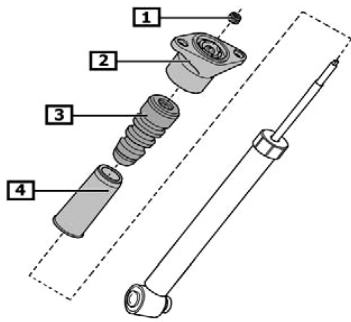

Fig. 10:
- **Fig. 10** Anbauteile (2, 3, 4) abnehmen.
- **Fig. 10** Remove add-on parts (2, 3, 4).
- **Fig. 10** Enlever les composants (2, 3, 4).
- **Fig. 10** Retirar las piezas adicionales (2, 3, 4).
- Fig. 10** Dämpfer mit den Anbauteilen (2 - 4) bestücken.
- Mitgelieferte Kolbenstangenmutter (1) mit Spezialwerkzeug festschrauben (25 Nm).
- Fig. 10** Assemble damper with add-on parts (2-4).
- Use a special tool to tighten the supplied piston rod nut (1) (25 Nm).
- Fig. 10** Monter les composants (2 - 4) sur l'amortisseur.
- Visser solidement l'écrou de la tige de piston (1) joint à la commande avec un outil spécial (25 Nm).
- Fig. 10** Equipar el amortiguador con las piezas adicionales (2 - 4).
- Apretar la tuerca del eje del amortiguador (1) suministrada con una herramienta especial (25 Nm).